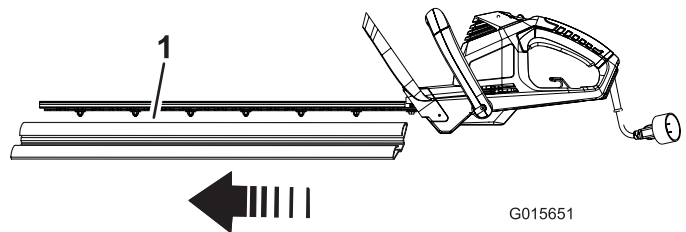

Figure 2
1. Enlevez le couvercle de protection qui recouvre les lames (Figure 2).